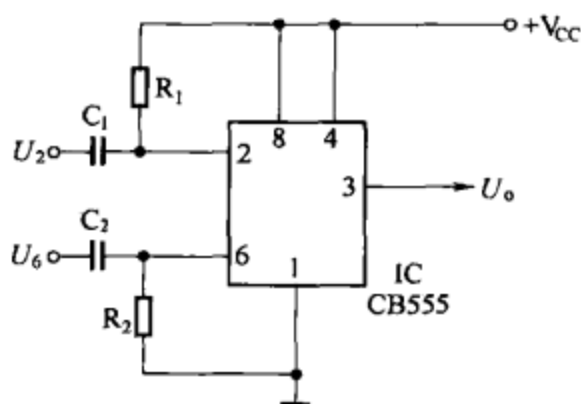

图 7-48
双稳态工作模式电路如图 7-48 所示，在时基集成电路的置“1”端（②脚）和置“0”端